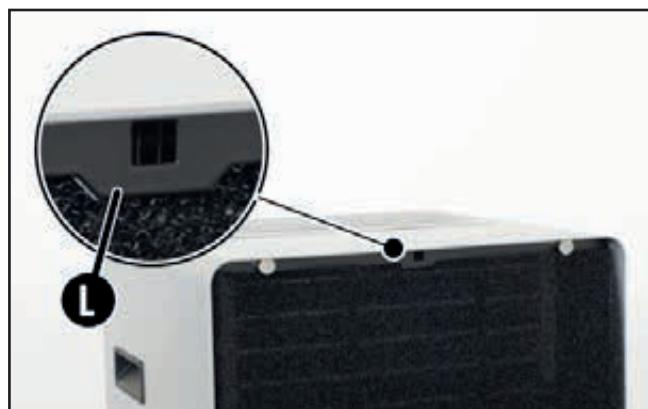

Fig.7 – Posizionamento del filtro dell'aria sulla griglia anteriore.
Appoggiare il filtro al supporto inox e agganciare la parte superiore all'aletta (L) centrale della griglia posteriore (Fig.7): quindi chiudere lo sportello.